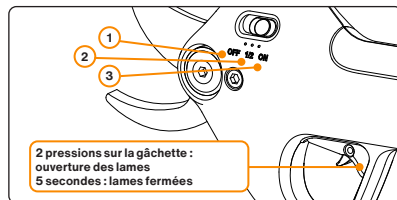

Figure 4 : Différentes positions de l'interrupteur et d'ouverture des lames.
- Après avoir appuyé sur la gâchette, la position de retour est définie par le positionnement de l'interrupteur. Voir Figure 4.